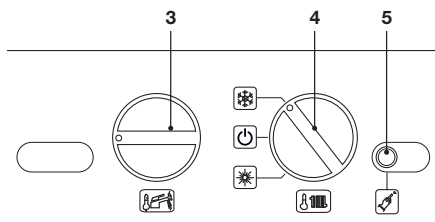

Рисунок 5.34
Режим защиты от легионеллы дает возможность уничтожить все присутствующие в воде микроорганизмы за счет увеличения температуры воды в водонагревателе свыше 65°C . Первое включение этой функции происходит через 12 часов после ее настройки. Прежде чем включить электропитание котла, установите регуляторы 4 так, как показано на рисунке (см. Рисунок 5.34).
- Чтобы настроить работу котла в режиме защиты от легионеллы, войдите в режим программирования, нажав и удерживая в течение 15 с кнопку сброса 5 (Рисунок 5.34), пока на ЖК-дисплее не появится параметр P01. На ЖК-дисплее последовательно отобразятся следующие символы (параметр P01 будет загораться поочередно с --- -- --).
- Нажмите кнопку сброса 5 (Рисунок 5.34) и пролистайте параметры до P17, предназначенного для настройки функции защиты от легионеллы. На ЖК-дисплее последовательно отобразятся следующие символы (параметр P17 будет загораться поочередно с цифрой 01).